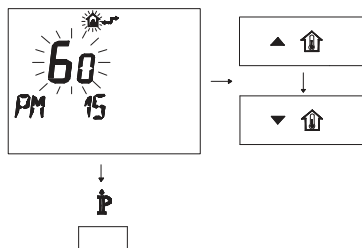

Рисунок 5.26
- Изменяйте заданное значение посредством кнопки **▲** **⏠** или **▼** **⏠** до появления заданного значения 60, подождите, пока заданная цифра не начнет мигать (Рисунок 5.26).